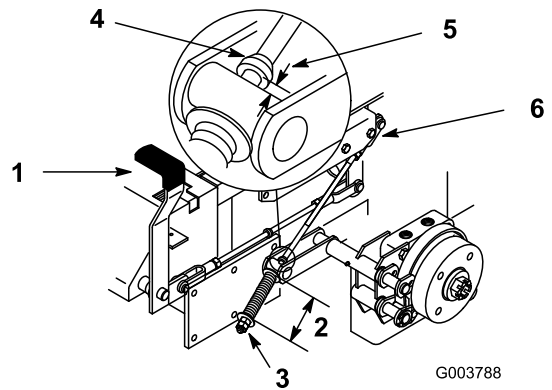

Figure 44
Les rondelles doivent être espacées de 70 mm (2-3/4 po) (Figure 44).
3. Si un réglage est requis, desserrez l'écrou de blocage situé sous le ressort et serrez l'écrou directement au-dessous de la chape (Figure 44). Modifiez le serrage de l'écrou jusqu'à ce que le ressort ait la longueur voulue. Serrez les deux écrous ensemble et répétez la procédure de l'autre côté de la machine.
Elle doit être comprise entre 5 et 7 mm (3/16-1/4 po) (Figure 44).
7. Si un réglage est requis, desserrez l'écrou de blocage situé juste au-dessous de la chape. Tournez la tige inférieure jusqu'à obtention de l'écart voulu (Figure 44). Serrez l'écrou de blocage à la chape.